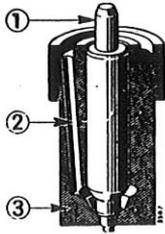

Bild 64
Die Einspritzdüse besteht aus Düsenkörper (3), Bild 64, und Düsenadel (1). Beide Teile sind aus gehärtetem, hochwertigem Stahl hergestellt und mit einer Feinpassung auf- und miteinander eingeschliffen. Nadel und Körper können daher nicht getrennt voneinander verwendet werden, sondern sind stets als eine Einheit zu betrachten und im Bedarfsfall zusammen auszuwechseln.